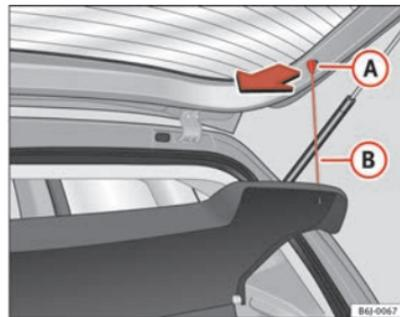

Fig. 86 Chapeleira porta-objectos
- Desengate os tirantes ⇒ fig. 86 B dos alojamentos A